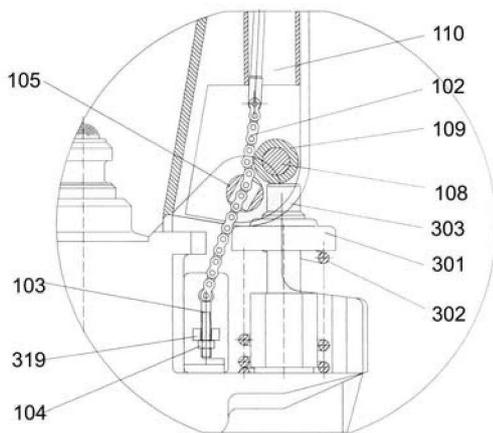

Bild 3
2.3 Entfernen Sie den Sicherungsstift (Bild 1) und stellen Sie den Funktionshebel (117) auf Position 'LOWER', neigen Sie die Deichsel etwas nach vorne und führen die Kette mit Einstellschraube (103) und Mutter (104) durch das Loch der Achse (105) (siehe Bild 3).